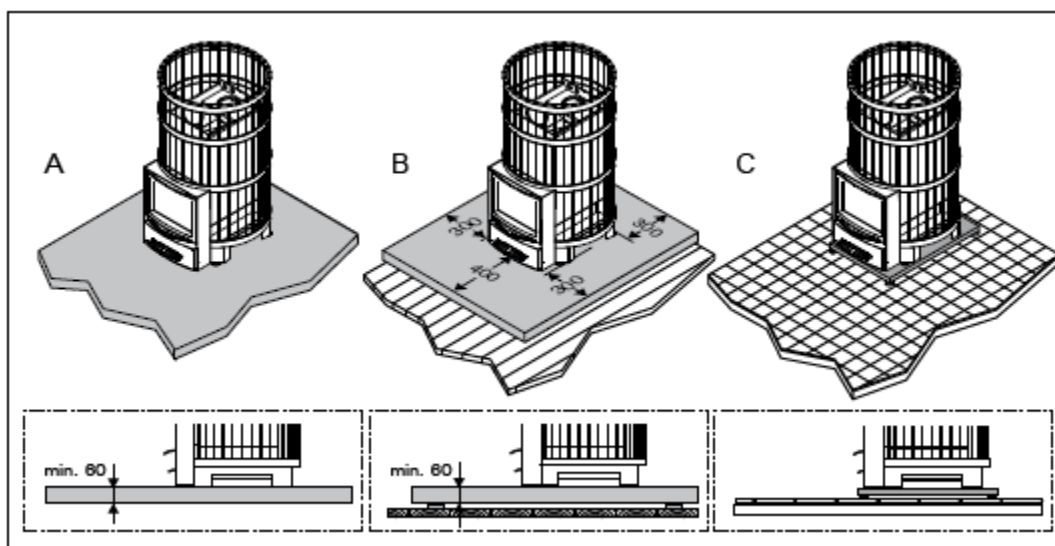

Figura 7. Protecția pardoselii (toate dimensiunile sunt date în milimetri)
4.1.1. Protecția pardoselii (figura 7)